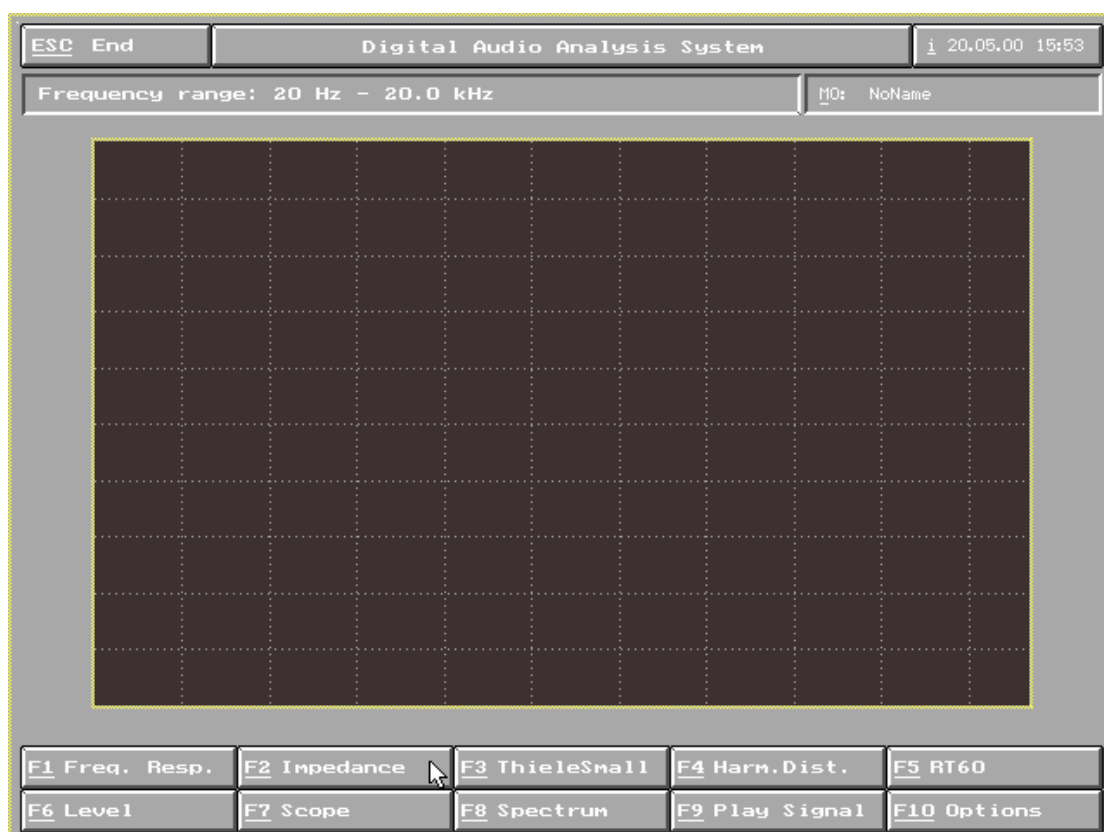

图 14
1) 在主菜单中选择 F2 Impedance (图 14)